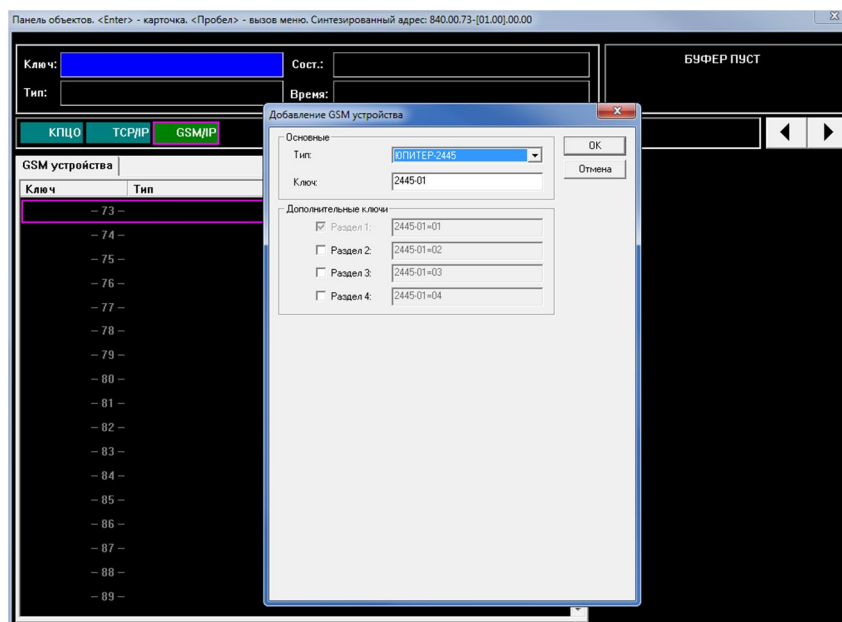
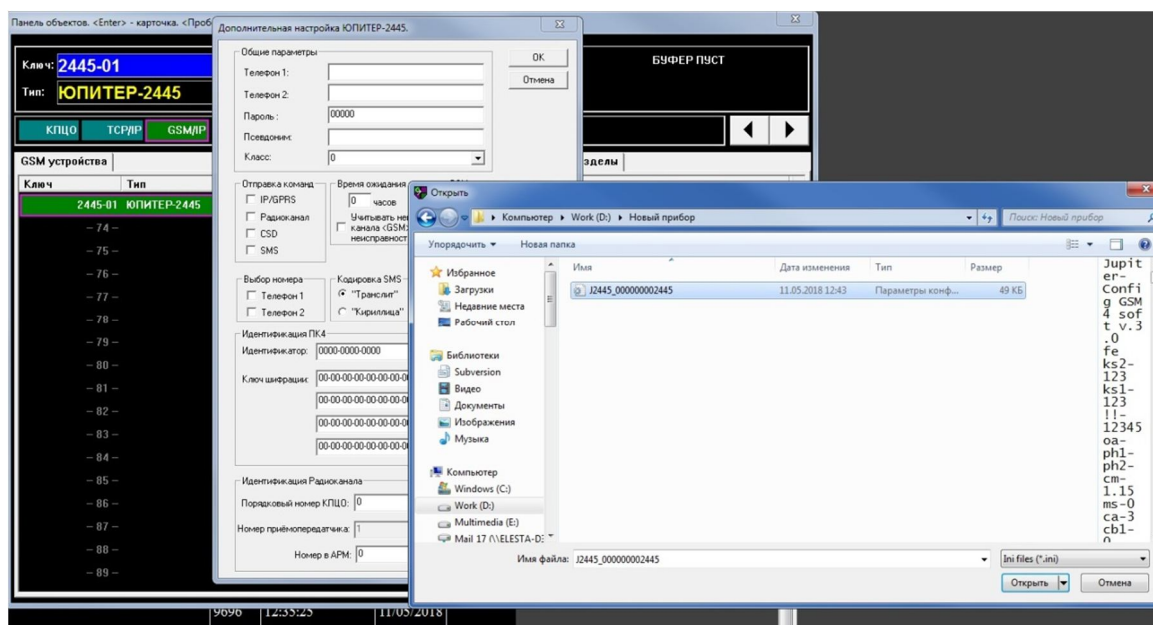

Рисунок 11. Создание карточки объекта УОО Юпитер-2445
Рисунок 12. Загрузка конфигурации УОО Юпитер-2445
5.1 В программе АРМ ДПУ, в панели объектов «GSM/IP» создать карточку нового прибора (рисунок 11). Выбрать тип прибора «Юпитер-2445». После создания, по контекстному меню правой клавиши мыши, открыть настройки прибора, загрузить сохраненный файл конфигурации (рисунок 12), завершить нажатием кнопки «Сохранить».